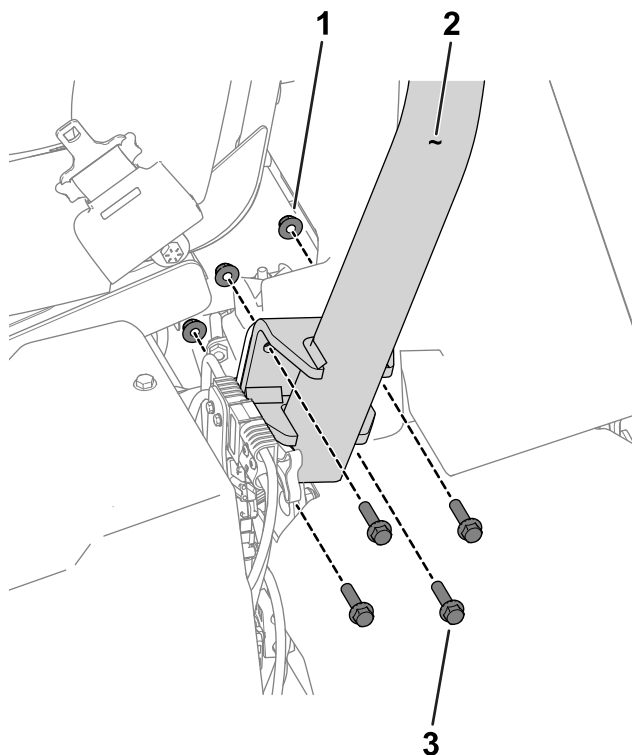

図 3
3. 機体の両側で、ROPS ブラケットに ROPS バーを取り付ける六角ヘッドボルト $\frac{3}{8}$ x 1 $\frac{1}{2}$ " 8本、ナット $\frac{3}{8}$ " 8 個を使用する 図 3。